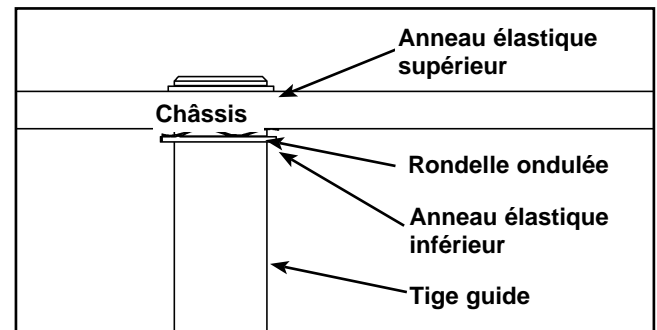

Figure 5
- C. À l'aide de la pince à anneau élastique externe, enlevez l'anneau élastique supérieur de l'une des tiges guides et abaissez celle-ci avec précaution. Reportez-vous à la figure 5.